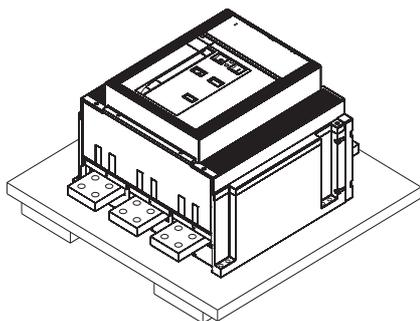

Abb. 4
- Den Leistungsschalter und ggf. das feste Teil nicht direkt auf den Boden, sondern auf eine geeignete Unterlage stellen (Abb. 4).